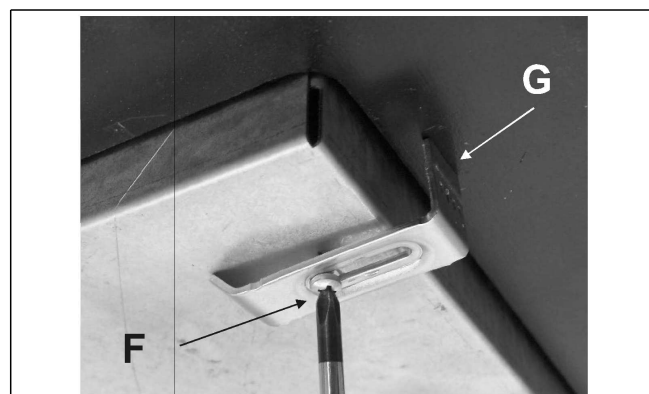

FIG. 9
- Positionnez la table de cuisson dans le trou puis fixez-la à l'aide des vis « F » des crochets de fixation « G » (voir fig. 9).